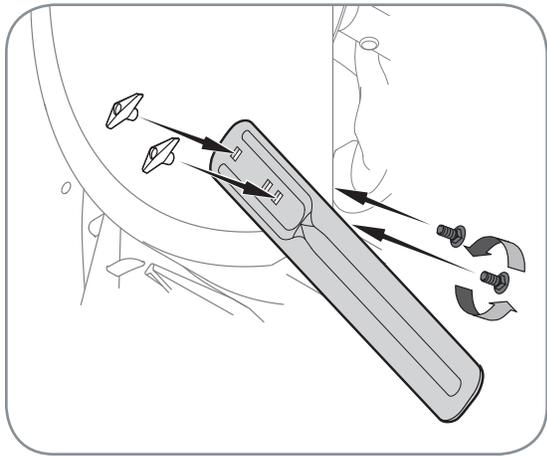

Figure 3-6
- Positionnez les barres de coupe pour qu'elles font face à l'avant comme illustré à la Figure 3-6. Maintenez-les en place avec la boulonnerie enlevée précédemment, les écrous à oreilles devraient être attachés sur l'extérieur du logement comme illustré.